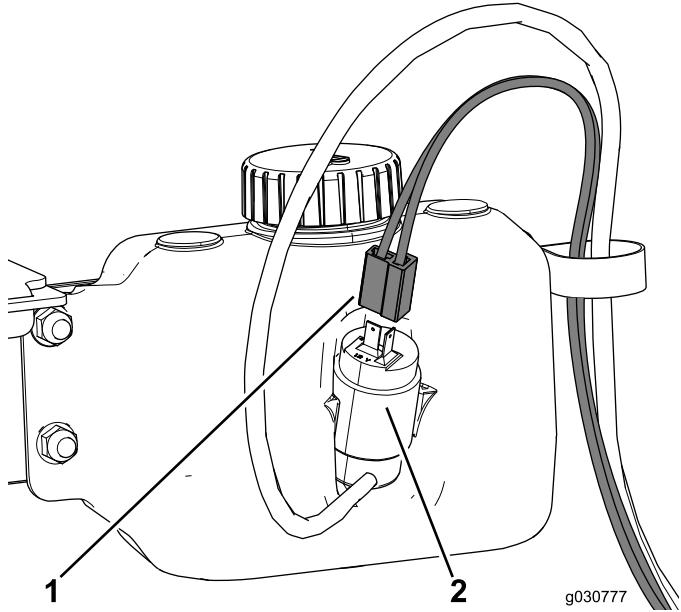

图50
4. 将冲洗瓶的线束穿过 R 形夹，并连接至冲洗瓶（图 50）。